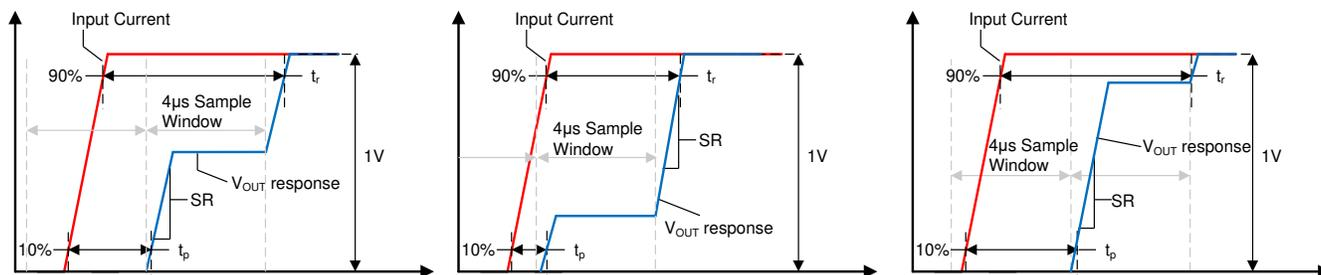

図 7-3. 小電流入力ステップの過渡応答
スルーレート (SR) は、図 7-3 に示すように、単一積分ステップの出力遷移における  $V_{OUT}$  の変化率として定義されます。デバイスは多くの場合、最終値の 90% への完全なセトリングに達するために 2 つのサンプリング時間を必要とするため、このスルーレートは全出力スイングの 10% から 90% までの遷移時間とは一致しません。
伝搬遅延は、入力電流波形が最終値の 10% に達してから、 $V_{OUT}$  が最終値の 10% に達するまでの時間です。この伝搬遅延時間は、入力電流ステップの整列と、TMCS1101 のサンプリング期間に大きく依存します。いくつかの異なるサンプリング期間の例を、図 7-3 に示します。
応答時間は、出力で 1V の遷移を引き起こすのに十分な入力電流ステップについて、入力電流が最終値の 90% に達してから、出力が最終値の 90% に達するまでの時間です。3 つの異なる時間における TMCS1101 の応答時間を、図 7-3 に示します。1 つのサンプリング ウィンドウの開始時にステップ入力が発生しない限り、応答時間には 2 つのサンプリング間隔が含まれます。